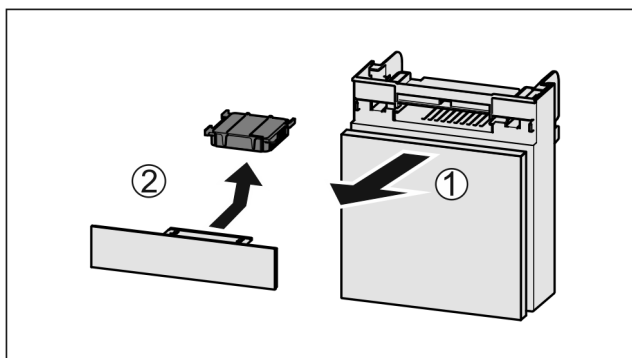

Fig. 77
- Zásuvku vytáhněte dopředu Fig. 77 (1).
- Filtr s aktivním uhlím vyjměte Fig. 77 (2).